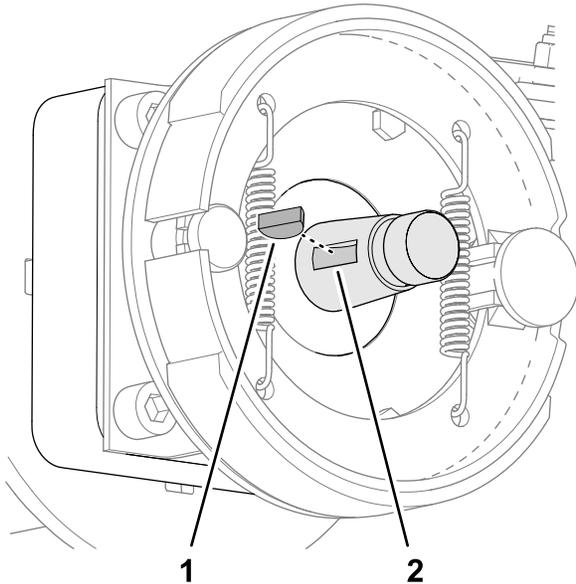

図 69
2. ホイールモータのシャフトに半月キーを取り付ける 図 69。